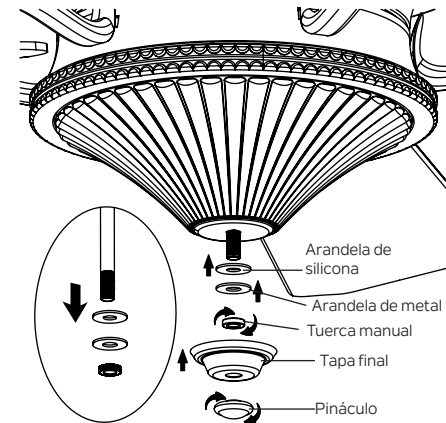

Figura 25
Paso 2. Quite y guarde la tuerca manual, la arandela de metal y la arandela de silicona de la varilla roscada en el kit de luces. (Figura 25)
Paso 3. Levante la pantalla de vidrio hasta el kit de luces, lo que permite que la varilla roscada pase por el orificio central en la parte inferior de la pantalla de vidrio. Coloque la arandela de silicona y la arandela de metal sobre la varilla roscada, luego atornille la tuerca manual en la varilla roscada hasta que quede apretada. **NO AJUSTE EN EXCESO.** (Figura 25)
Paso 4. Instale la tapa del remate y el remate en la varilla roscada y apriételos firmemente. (Figura 25)